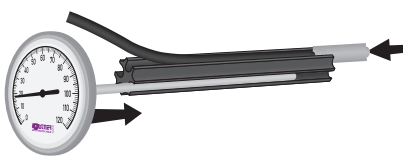

Bild 10: Das Thermometer und die Temperaturfühler werden in das Steckmodul geschoben.
⑬	Reserve / Trinkwasser bei Hochtemperatur-Wärmeerzeugern
⑭	Trinkwasser (bei Wärmepumpen oder hohem Trinkwasserbedarf)
⑭.1	Reserve**
⑮	Wärmeerzeuger
⑮.1	Wärmeerzeuger
⑯	Solarflüssigkeit* oder Wärmeerzeuger
1. Schieben Sie das Thermometer von einer Seite in das Steckmodul (► *Bild 10*).